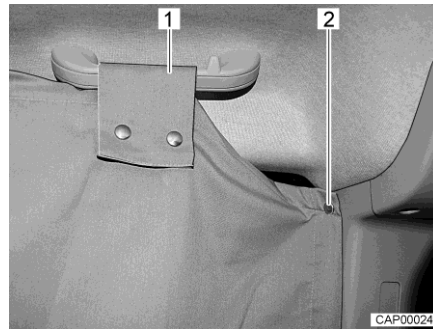

Fig. 16 Oscurante per cabina di guida sul finestrino laterale
- Fissare l'oscurante per cabina di guida su un lato della cabina di guida. A tale scopo, fissare due bottoni a pressione (Fig. 16,2) dietro il finestrino laterale, sul montante B.
- Guidare l'asola (Fig. 16,1) sopra l'impugnatura fino a portarla sopra il finestrino laterale e fissarla con i bottoni a pressione.